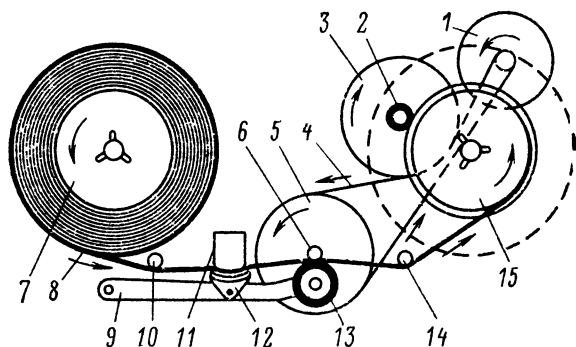

Рис. 16. Кинематическая схема лентопротяжного механизма.
**Кинематическая схема лентопротяжного механизма** (рис. 16). Плоский резиновый пассик 4 передает движение от вала электродвигателя 1 двум одинаковым маховикам 3 и 5, вращающимся в противоположные стороны. Связь этих маховиков через пассик столь велика, что приходящие извне толчки благодаря противоположному направлению вращения маховиков компенсируются. В результате этого на скорости движения ленты не отражаются повороты автомашины и изменения ее скорости. Привод магнитной ленты осуществляется ведущим валом 6, к которому она прижимается при воспроизведении прижимным роликом 13. Лента 8 сматывается с левой катушки, проходит по направляющей стойке 10, магнитной головке воспроизведения 11, направляющей стойке 14 и подматывается правой приемной катушкой 15. Подкатушник 7 имеет постоянное меха-